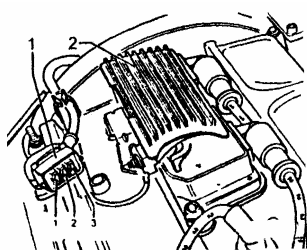

图 3-24 拔下点火线圈功率终端极上的三针插头
(4) 打开节气门，只要怠速开关一打开，气缸 1 的喷油器将咔嚓动作 5 次。按“→”可依次启 2、3、4 缸喷油器。如果喷油器没有咔嚓动作声，拔下点火线圈的功率终端极上拔下三针插头，如图 3-24 所示。